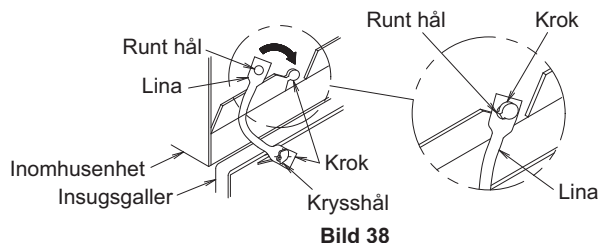

Bild 38
- Vid installation av insugsgallret ska gallerlinan hängas på inomhusenhetens upphängningsdel enligt bild 38.